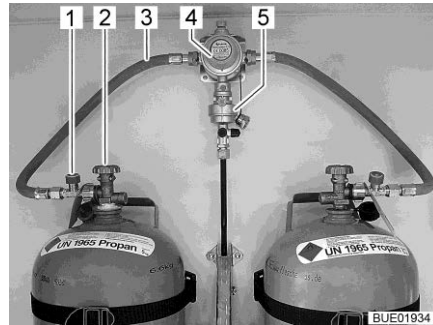
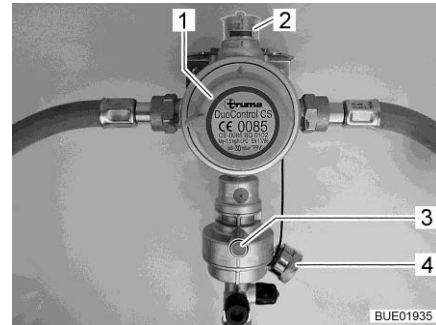

Fig. 115 Bombole del gas con DuoControl
Fig. 116 Impianto di regolazione DuoControl
L'impianto di regolazione DuoControl consiste in una valvola di commutazione (Fig. 115,4) e un sensore crash (Fig. 115,5). L'impianto di regolazione DuoControl è installato tra i tubi flessibili del gas (Fig. 115,3) con un dispositivo antirottura del tubo flessibile (Fig. 115,1). Con la manopola (Fig. 116,1) sulla valvola di commutazione è possibile stabilire quale delle bombole del gas viene utilizzata come bombola in uso e quale come bombola di riserva. Nella finestra di controllo (Fig. 116,2) viene visualizzato lo stato del rifornimento di gas:
Il funzionamento con una sola bombola del gas è consentito, ma in questi casi il collegamento aperto deve essere assolutamente chiuso con una copertura cieca (Fig. 116,4).
Il sensore crash blocca l'alimentazione del gas in caso di forti vibrazioni (es. incidente). Il sensore crash viene azionato mediante pressione del tasto reset verde (Fig. 116,3).
Il dispositivo antirottura del tubo flessibile (Fig. 115,1) blocca il flusso di gas quando il tubo flessibile collegato si rompe. Il dispositivo antirottura del tubo flessibile deve essere attivato premendo il tasto verde.
Tramite la centralina di controllo (Fig. 117) è possibile attivare e disattivare l'alimentazione del gas tramite l'impianto di regolazione DuoControl. Le valvole principali di arresto (Fig. 115,2) delle bombole del gas e i rubinetti di arresto del gas degli apparecchi devono essere aperti manualmente.
- Con la manopola (Fig. 116,1) sulla valvola di commutazione selezionare la bombola del gas, da cui proviene la principale alimentazione del gas (bombola in uso). Girare la manopola fino all'arresto.
- Aprire le valvole principali di arresto (Fig. 115,2) delle bombole del gas.
- Premere il tasto verde del dispositivo antirottura del tubo flessibile (Fig. 115,1). Nella finestra di controllo (Fig. 116,2) viene visualizzato il simbolo verde.
- Chiudere le valvole principali di arresto (Fig. 115,2) delle bombole del gas.
Se la spia di controllo verde (Fig. 117,6) si spegne durante il funzionamento e la spia di controllo rossa (Fig. 117,5) si accende, significa che la bombola in uso è vuota e deve essere sostituita. Nella finestra di controllo (Fig. 116,2) viene visualizzato il simbolo rosso. La bombola di riserva continua ad alimentare le utenze a gas.
- Ruotare di mezzo giro la manopola (Fig. 116,1) in direzione della bombola del gas utilizzata. In questo modo questa bombola del gas ora è la bombola in uso, mentre la bombola del gas vuota diventa la bombola di riserva. Il simbolo nella finestra di controllo (Fig. 116,2) passa da rosso a verde.
- Chiudere la valvola principale di arresto (Fig. 115,2) della bombola del gas vuota. Osservare la direzione della freccia.
- Premere il tasto verde del dispositivo antirottura del tubo flessibile (Fig. 115,1).